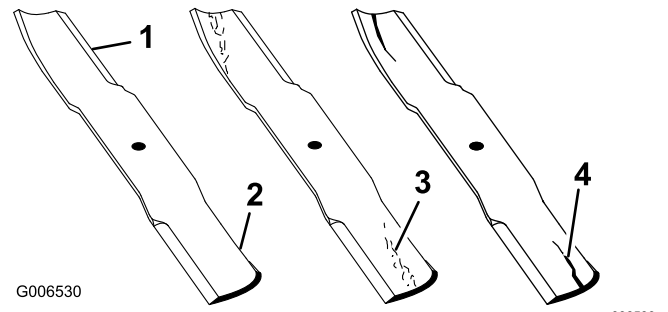

Figura 73
1. Inspeccione as extremidades de corte (Figura 73).
4. Se verificar quaisquer fissuras, desgaste, ou a formação de ranhuras nesta área instale imediatamente uma lâmina nova (Figura 73).